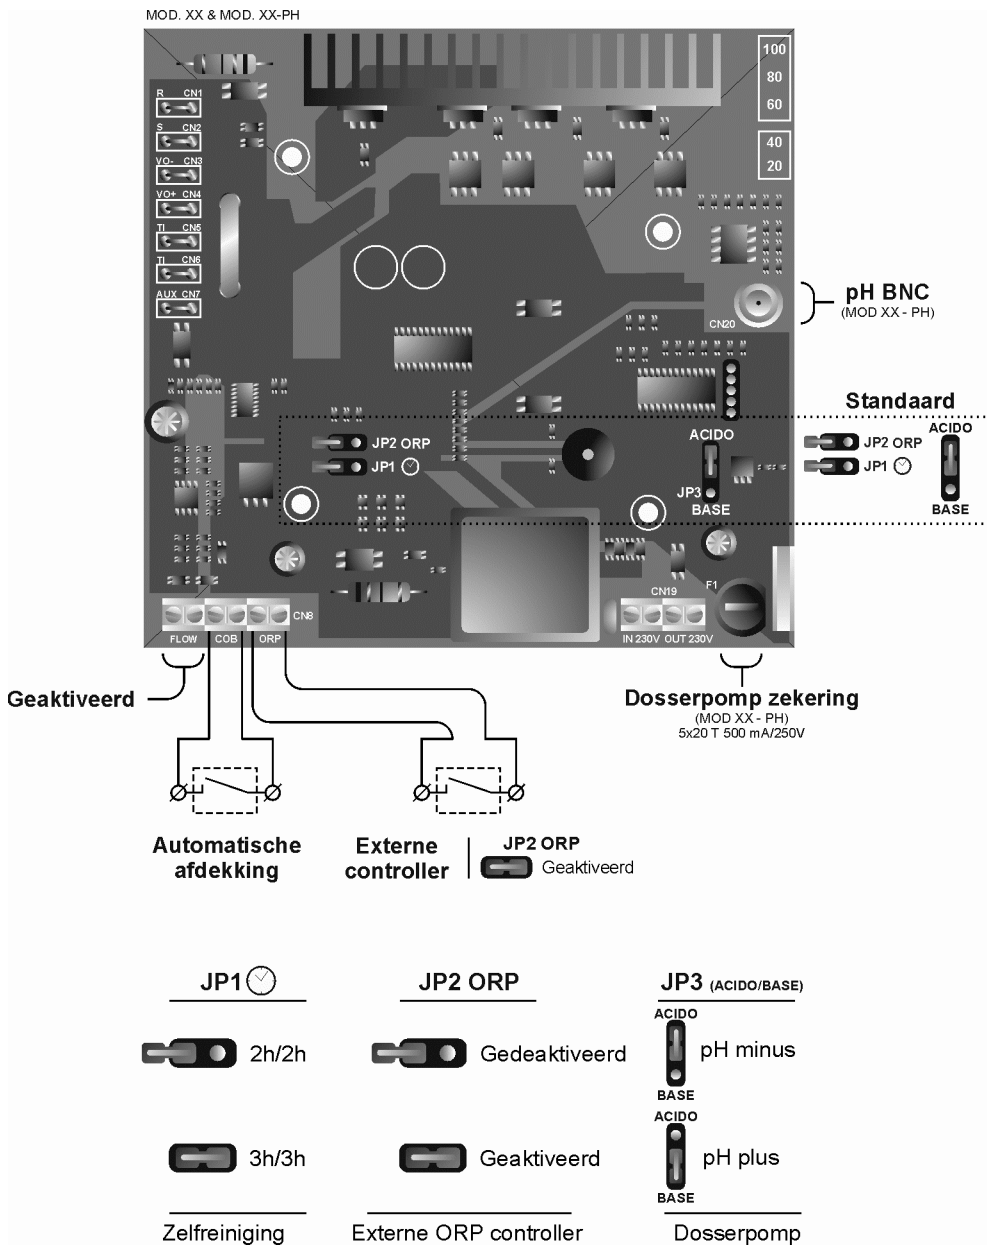

Fig. 16
- **Systeem voor ZELFREINIGING VAN ELEKTRODEN:** de leds [5] geven de polarisatiestand van de elektroden aan (negatief/positief). De inversiefrequentie kan worden geselecteerd door middel van de jumper "JP1" die zich op het bedieningspaneel van het systeem bevindt (Fig. 16). Deze configuratie zal efficiënt zijn wanneer het apparaat wordt afgekoppeld en opnieuw wordt aangekoppeld.